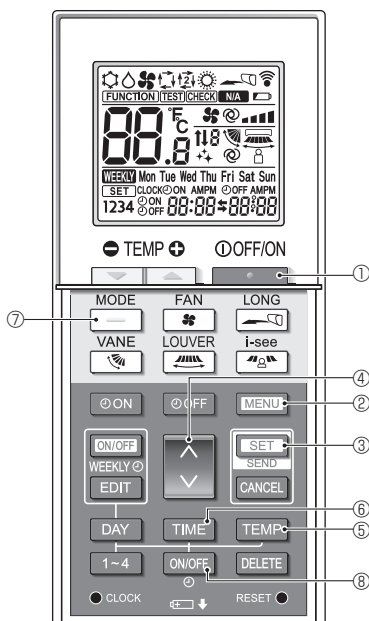

Fig. 6-9
2. Prima o botão MENU 2. O ecrã de definições Function (Função) é apresentado e o número da função A pisca. (Fig. 6-9) Prima o botão 4 para alterar o número da função.